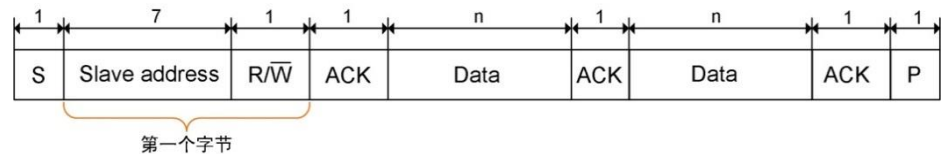
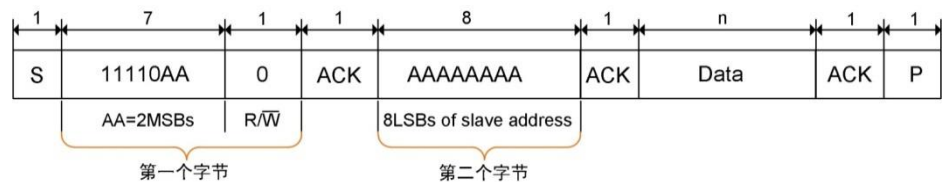

图 15-22 7 位寻址
图 15-23 10 位寻址
- 地址类型默认设为 7 位，还可以设为 10 位。10 位寻址格式与 7 位寻址格式类似，只是主模块通过两个字节的传输来发送从地址。具体区别如图 15-22 与图 15-23 所示。